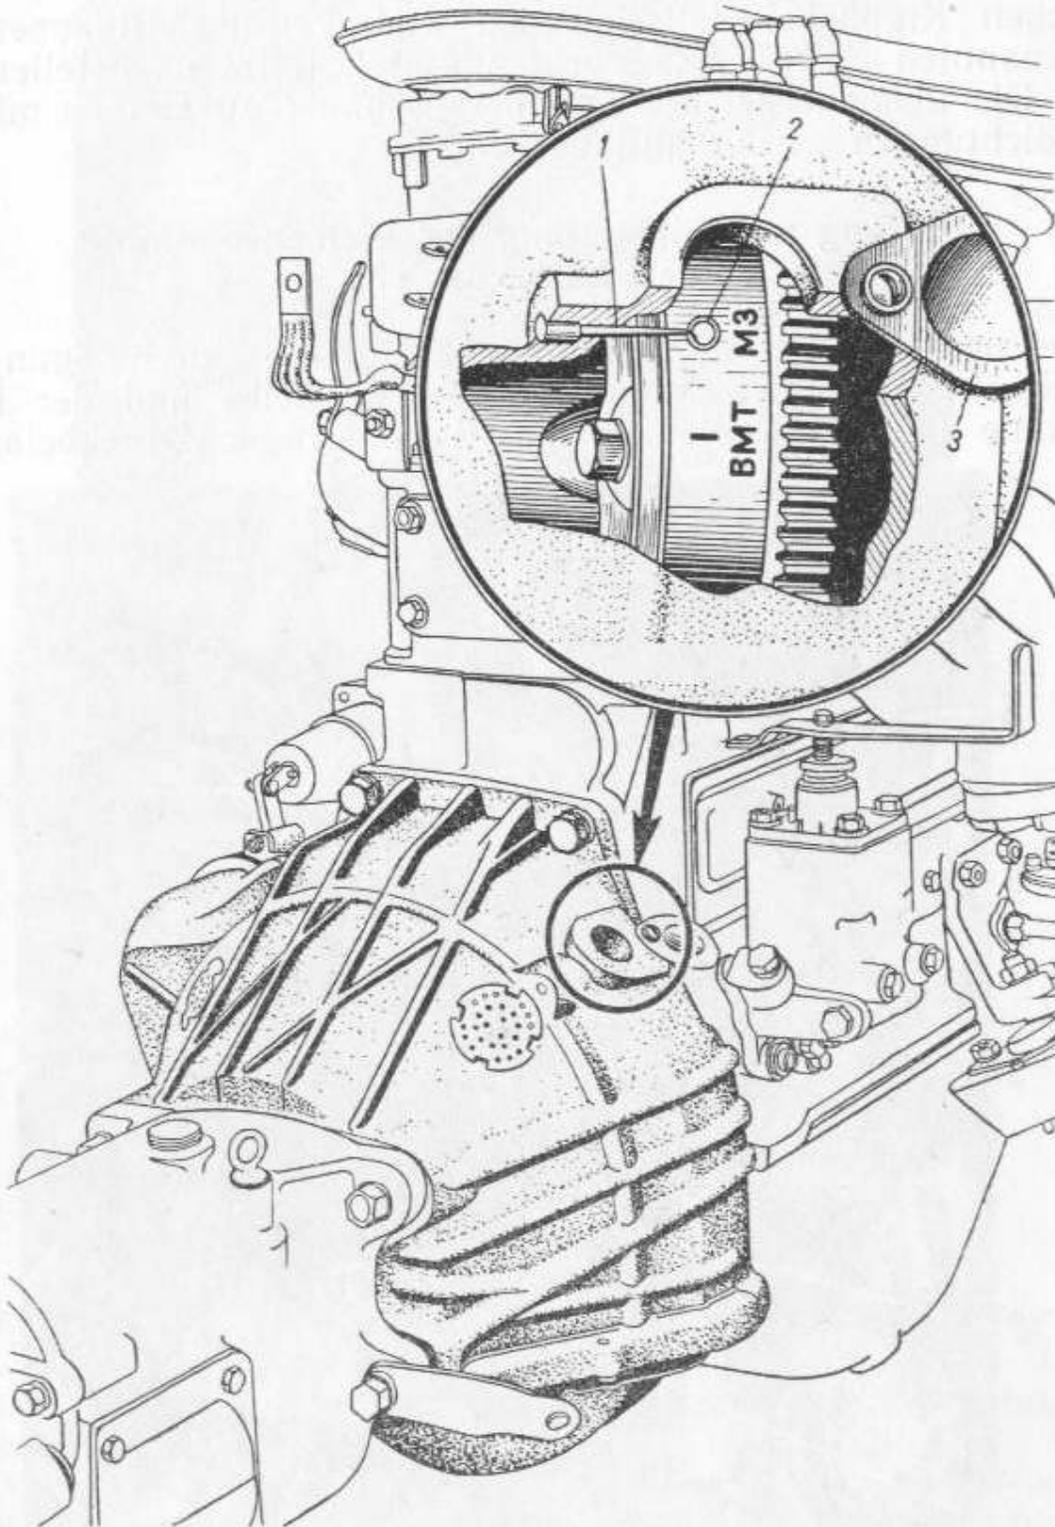

Bild 29. Schauloch im Kupplungsgehäuse und Einstellmarken auf dem Schwungradkranz:
2. Den Kolben des ersten Zylinders (vom Kühler) stellt man in den oberen Totpunkt (OT) des Verdichtungshubs (beide Ventile geschlossen), indem man die Kurbelwelle des Motors mittels der Handkurbel so durchdreht, daß die Marke auf dem Schwungradkranz (Strich mit Bezeichnung BMT (OT), Bild 29) mit der Spitze des am Schauloch des Kupplungsgehäuses befestigten Stiftes 1 zusammenfällt*.
* Um beide auf dem Schwungradkranz befindlichen Stellmarken sichtbar zu machen, ist in Bild 29 die Spitze des Stiftes 1 gegen die Marke M3 (Zündzeitpunkt) gerichtet dargestellt und nicht gegen das Merkzeichen BMT (OT).